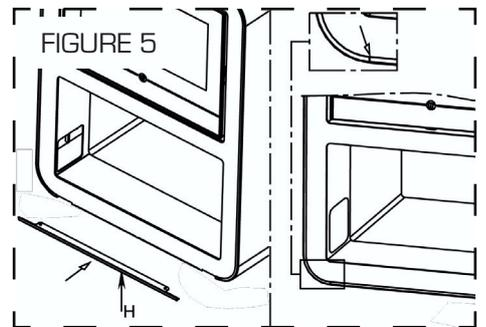

FIGURE 5
- Insérer le profil inférieur (H) (Figure 5).